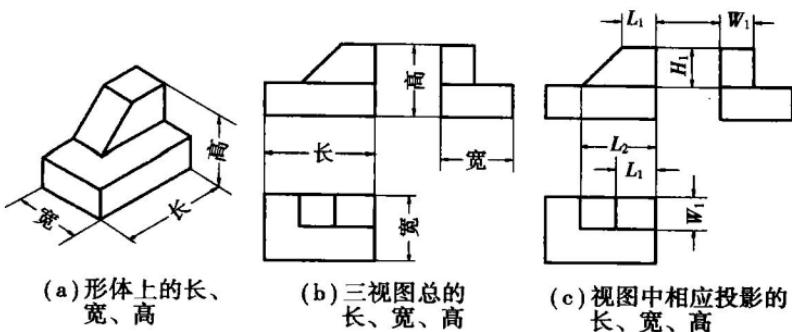

图 1.11 三视图的尺寸关系
①长对正。主视图与俯视图之间相应投影的长度要相等,并且要对正,这叫长对正。
②高平齐。主视图与左视图之间相应投影的高度要相等,并且要平齐,这叫高平齐。
③宽相等。左视图与俯视图之间相应投影的宽度要相等,这叫宽相等,如图1.11所示。